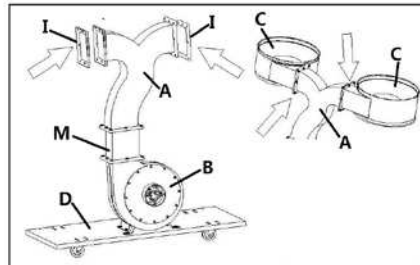

Рис.7
Далее установите два каркаса (C), две резиновые прокладки (I) на выходное отверстие, как показано на рис. 7.